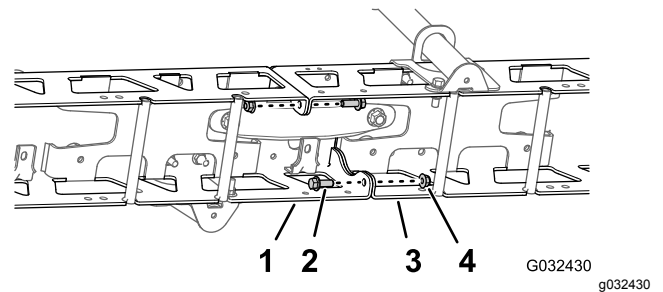

Figura 74
1. Retire los 2 pernos con arandela prensada (3/8" x 1") y las 2 contratruercas (3/8") que sujetan las pestañas verticales de los perfiles izquierdo y derecho del travesaño (Figura 74).